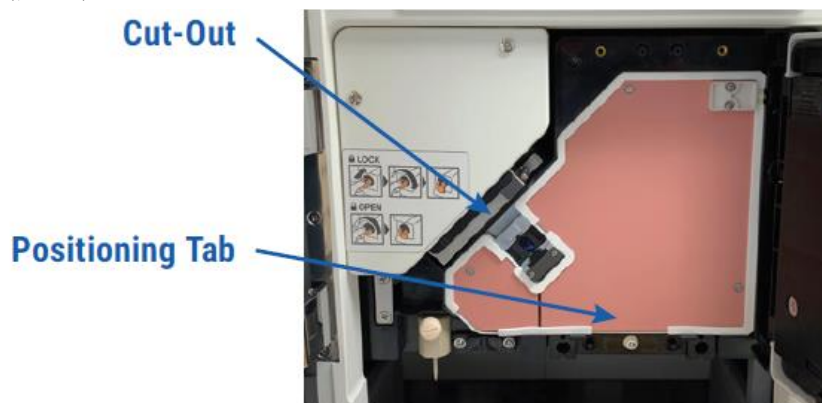

図 36 オープン内の Cut-out 部分と位置決めタブ
8. キャピラリーカートリッジの黄色のノブを持ちながら、最初にオープンユニットの cut-out の部分にキャピラリーカートリッジを挿入し、次にキャピラリーカートリッジの下側をオープンの位置決めタブにセットしてください。（図 36）